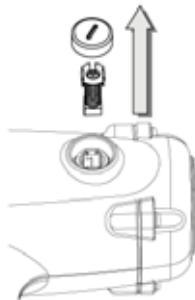

Fig. 4
- Fjern kulstofbørsten (Fig. 4).